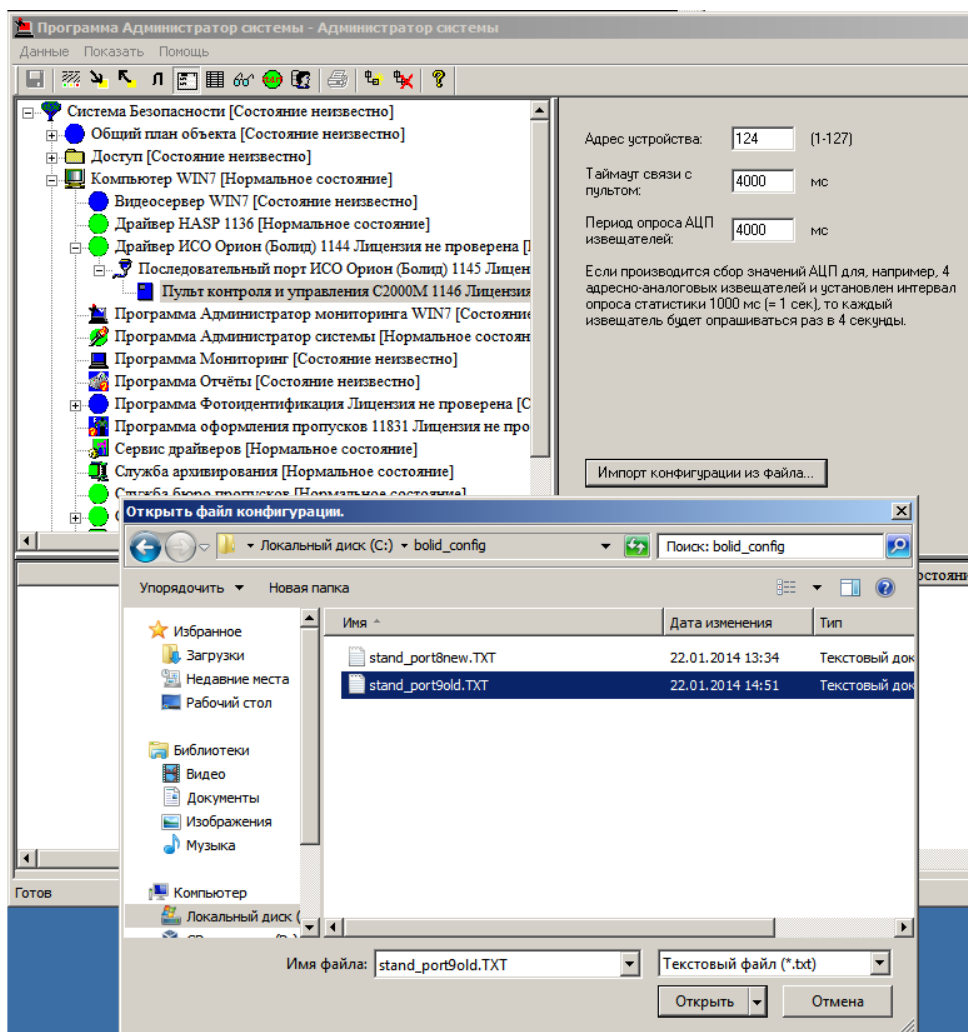

Рисунок 3 – Выбор файла конфигурации
5. В окне частных свойств элемента **Пульт контроля и управления** нажмите на кнопку **Импорт конфигурации из файла**, в открывшемся стандартном окне проводника найдите и выберите текстовый файл с вычитанной в программе **prrog** конфигурацией Пульта контроля и управления и нажмите на кнопку **Открыть** (рисунок 3).